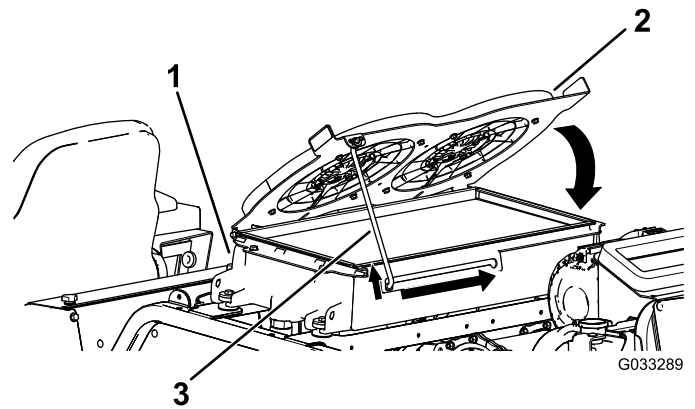

Figura 123
4. Ruotate le ventole di raffreddamento idraulico verso il basso e bloccate l'asta di sostegno nella tacca (Figura 123).